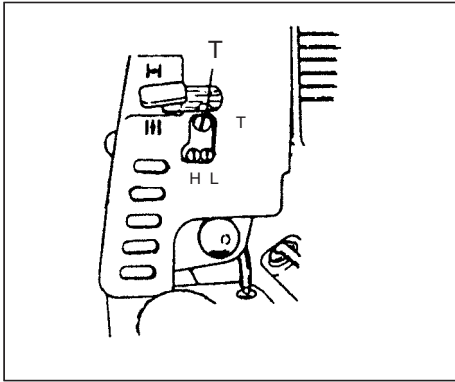

Fig.3-1
**Регулировка карбюратора (Рис. 3-1)**